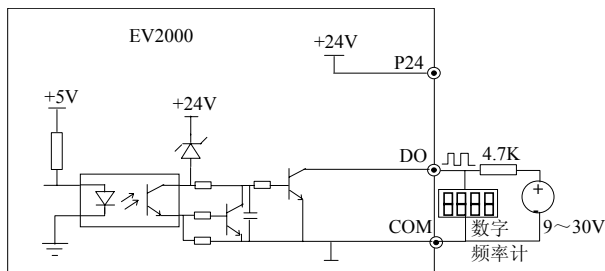

图3-31 输出端子DO连接方式2
④数字脉冲频率输出DO也可使用外部电源，9~30V，接线方式请参见图3-31